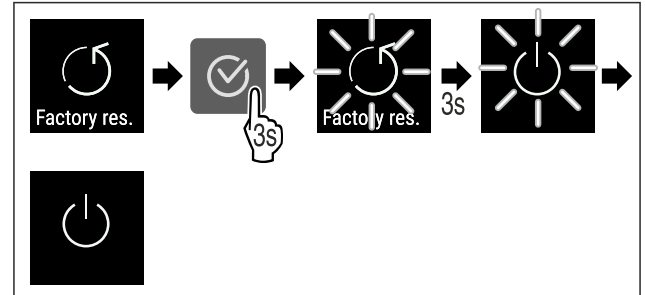

Fig. 112
- ▶ Udfør handlingstrinene (se Fig. 112) .